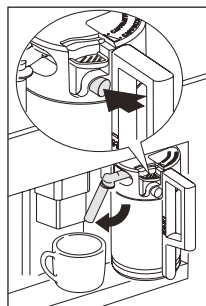

Fig. 33
- ▶ Posicione o bico de leite (Fig. 33) e, em seguida, coloque uma chávena suficientemente grande sob os bicos de café e leite.
- Coloque um recipiente sob o bico de leite (Fig. 33).
- Prima o botão CLEAN (LIMPAR) na tampa (C3) (consulte a página 144) e mantenha-o premido durante, pelo menos, 5 segundos (Fig. 33) para iniciar a função de limpeza.